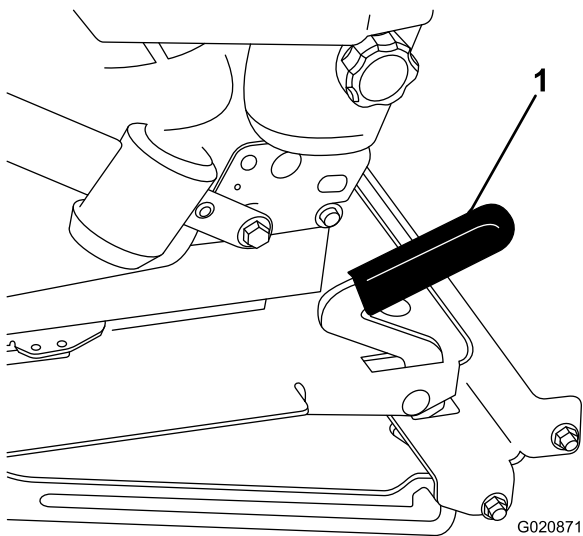

Figure 33
2. Tirez le verrou du siège vers l'avant et soulevez-le pour déverrouiller le siège (Figure 33).